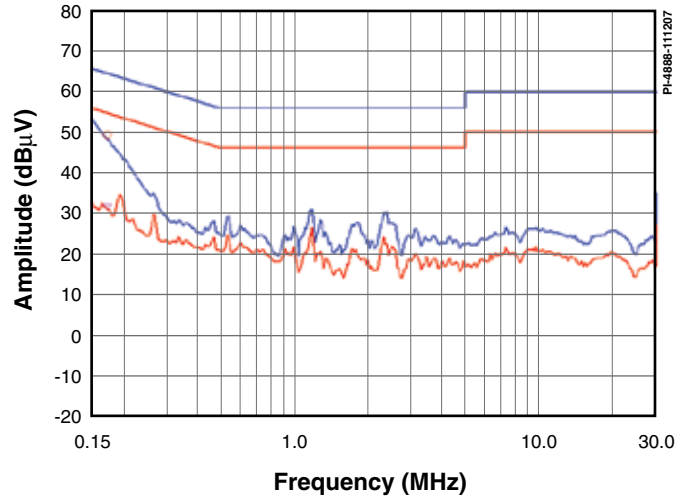

图3. 在230 VAC交流输入且输出端接地最差情况下测得的传导EMI
- 符合CISPR-22/EN55022 B传导EMI限制，EMI裕量大于10 dB μ V（见图3）